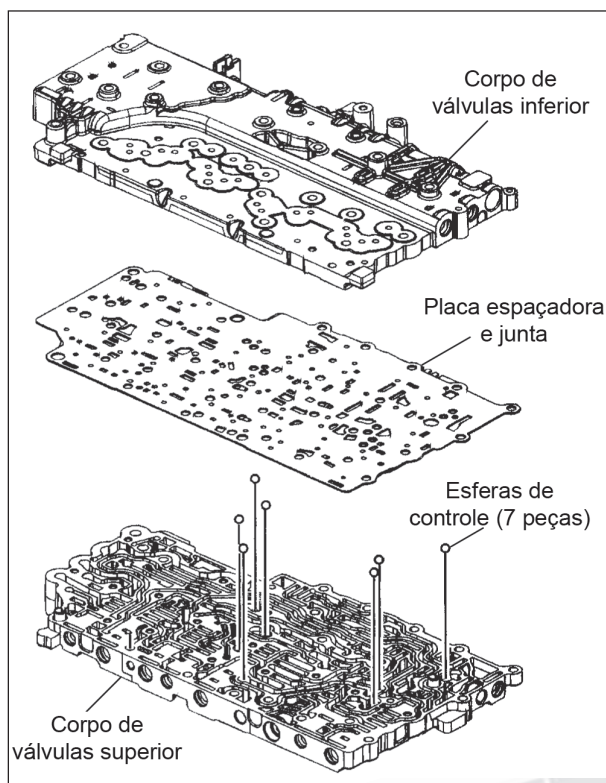

Figura 139
6. Remova os parafusos remanescentes de fixação do corpo de válvulas superior e corpo de válvulas inferior e separe os dois, conforme mostra a figura 139.